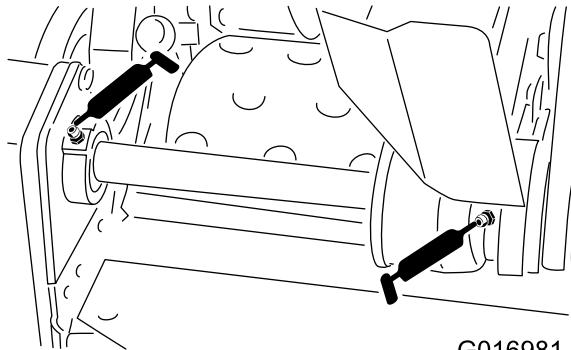

図 23
- ・ リールのカウンタシャフトのペアリング（2ヶ所）（図 23）